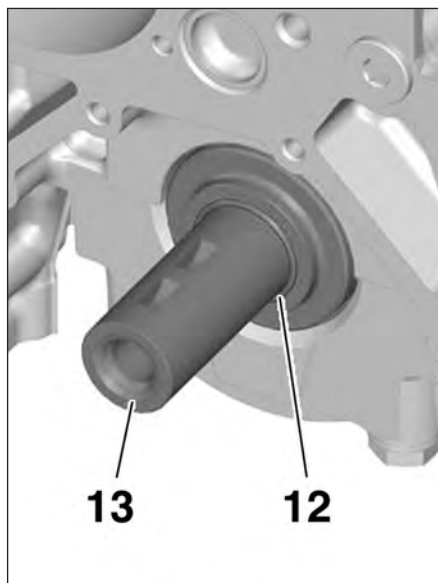

FIG.17
- Placer le joint torique (12) jusqu'en butée sur le vilebrequin (13) (Fig.17).